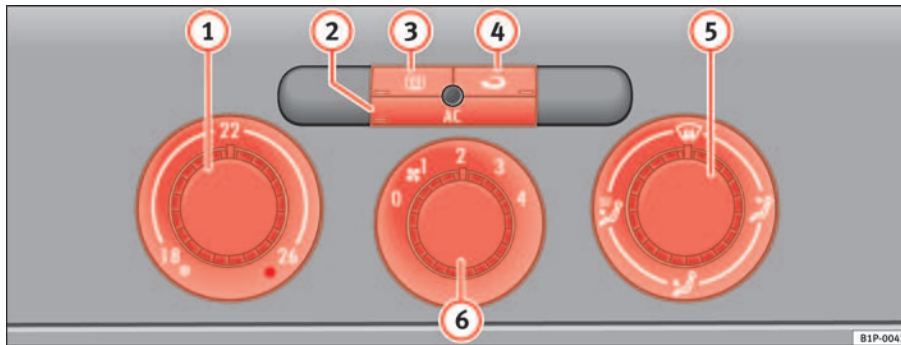

Abb. 107 In der Instrumententafel: Bedienelemente der Climatic
- Mit den Reglern ⇒ Abb. 107 ① und ⑤ und mit dem Schalter ⑥ stellen Sie die Temperatur, die Luftverteilung und die Gebläsestufe ein.
- Drücken Sie die jeweilige Taste ②, ③ oder ④, um eine Funktion ein- oder auszuschalten. Bei einer eingeschalteten Funktion leuchtet das Fenster unten an der Taste auf.
- ① Temperaturregler ⇒ Seite 148
- ② Taste **AC** – Kühlanlage ein-/ausschalten ⇒ Seite 148
- ③ Taste – Heckscheibenbeheizung. Etwa 20 Minuten nach dem Einschalten wird die Beheizung automatisch ausgeschaltet. Sie lässt sich vorzeitig durch Drücken der Taste ausschalten.
- ④ Taste – Umluftbetrieb ⇒ Seite 150
- ⑤ Luftverteilungsregler ⇒ Seite 148
- ⑥ Gebläseschalter. Der Luftstrom ist in vier Stufen einstellbar. Das Gebläse sollte immer bei langsamer Fahrgeschwindigkeit in niedriger Stufe mitlaufen. ▶
- Schalten Sie die Klimaanlage mit der Taste ⇒ Seite 147, Abb. 107  ein.